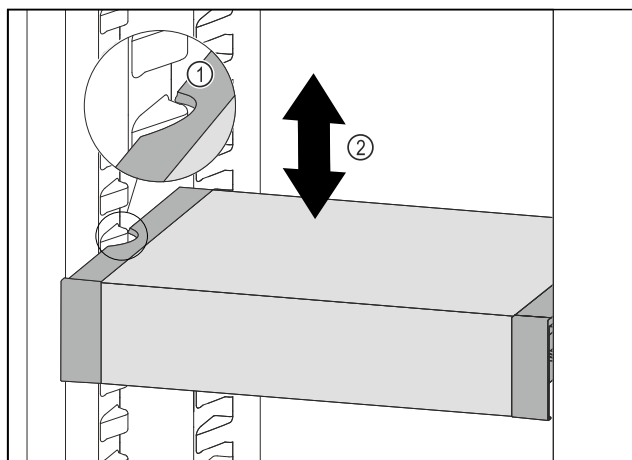

Fig. 100
- Táhněte VarioSafe dopředu, dokud nebudou boční vybrání VarioSafe na úrovni žebrování na nádoby v chladniče. Fig. 100 (1)
- Posouvejte VarioSafe v chladniče nahoru nebo dolů, dokud nedosáhnete požadované výšky. Fig. 100 (2)